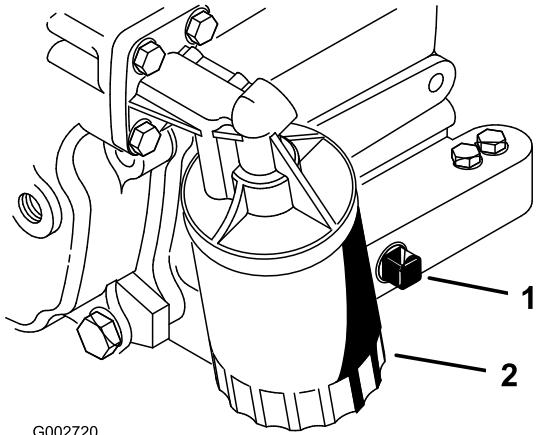

Figure 26
2. Retirez le bouchon de vidange (Figure 26) et laissez couler l'huile dans un bac de vidange. Remettez le bouchon quand la vidange est terminée.
3. Déposez le filtre à huile (Figure 26).